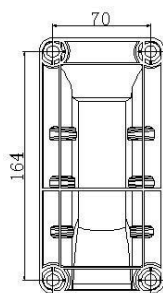

Fig.2
3. Brug monteringsbeslaget som matrix til opmærkning af huller til skruer og bor fire huller i muren (Fig.2).